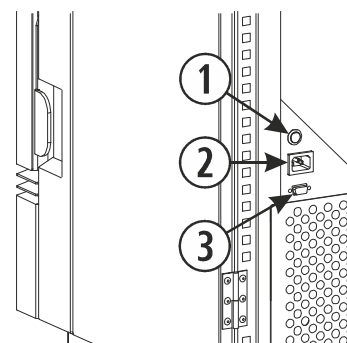

Figura 14
- ECO III: Na ligação de corrente da estufa (figura 14).